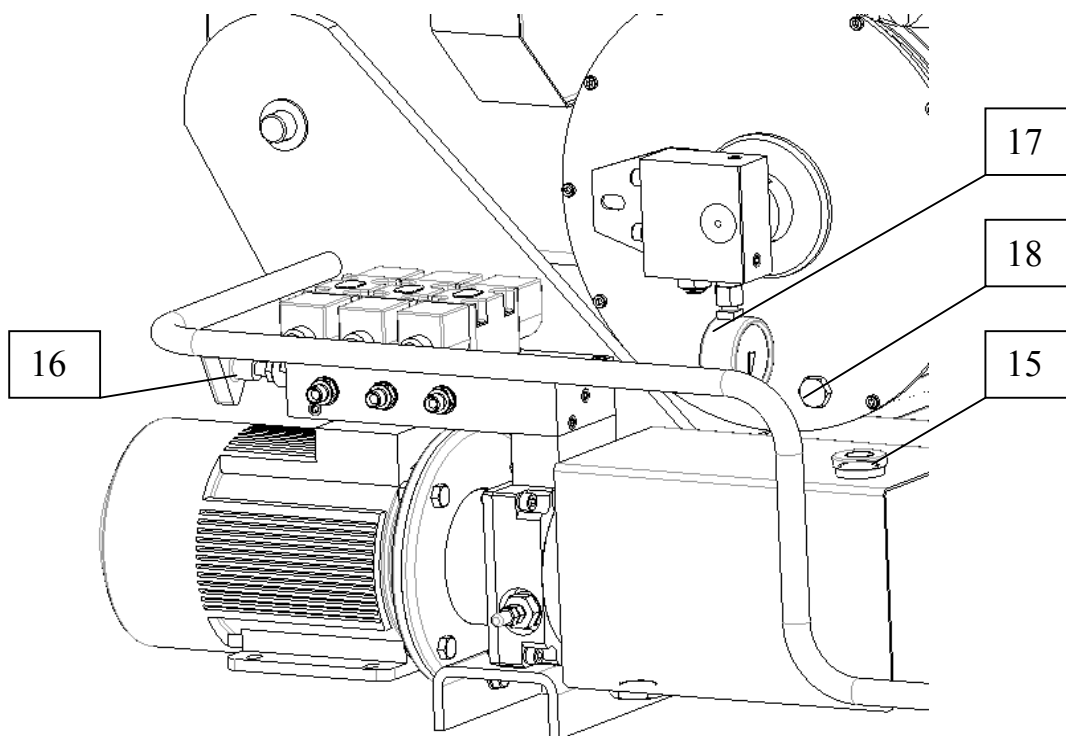
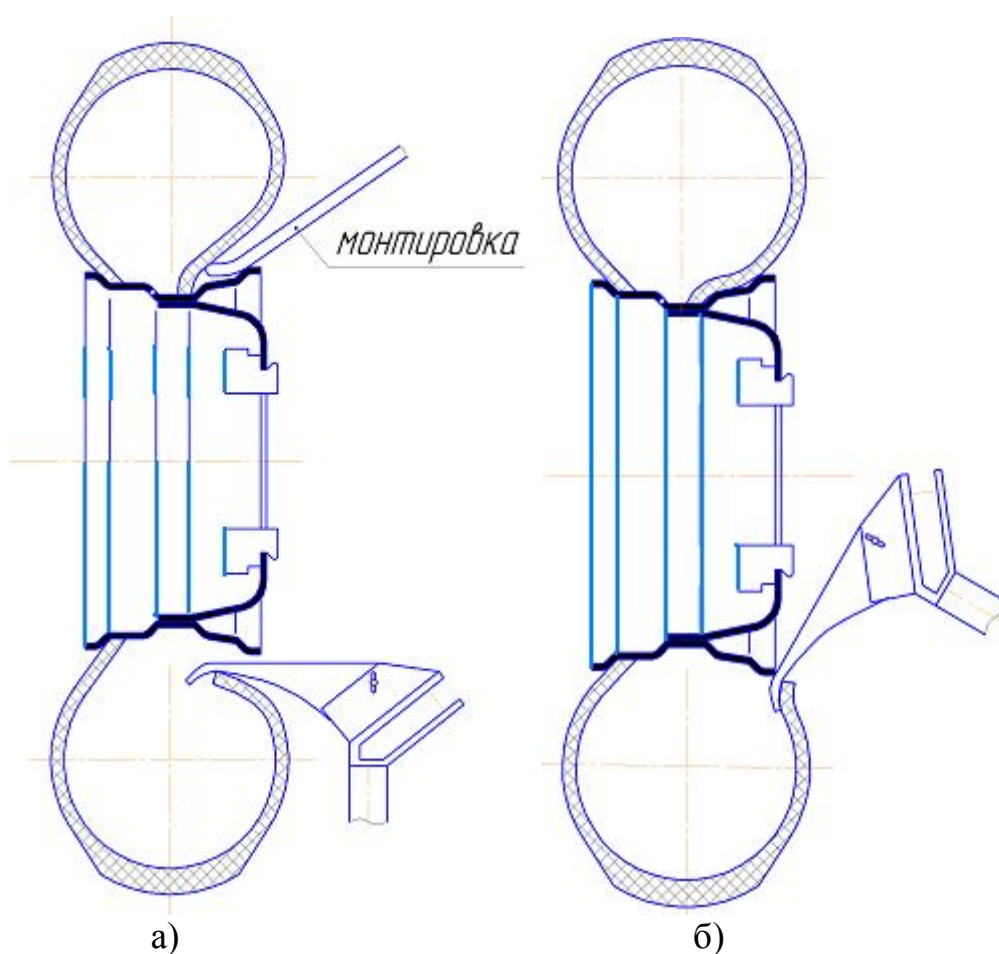

Рисунок 11 – Основные элементы станка
Рисунок 14
Усилие разжима самоцентрирующего патрона регулируется рукояткой 16 (рис.11). Значение давления снимаются с манометра 17 (рис.11). Рабочий интервал усилий патрона, развиваемой гидросистемой станка составляет 30...150Бар (3...150МПа).
- Монтажную стойку 19 (рис.11б) отведите в нерабочее положение;
- Установите колесо на рабочую площадку 20 (рис.11б);
- Совмещаем оси патрона и колеса таким образом, чтобы ось патрона была выше оси колеса на 5-15мм, путём поднятия и опускания балки 7(рис.11б);
Диаметрально-противоположно от монтажного рычага борт шины столкнуть монтировкой во внутренний желоб обода (рис. 14а).
Подводя монтажный рычаг к закреплённому колесу с помощью пульта управления, введите монтажный рычаг между закраиной обода и бортом шины, пока на нем не окажется борт шины (рис. 14а). В случае твердых шин монтажный рычаг вводите между закраиной обода и бортом шины при периодически вращающемся колесе.
Когда положение рычага и монтировки будет соответствовать (рис. 14а), монтировку необходимо вынуть и вытащить фиксирующий штифт монтажной головки 10 (рис.11б).
Короткими движениями опускайте балку с колесом вниз до тех пор, пока монтажный рычаг, опираясь о закраину обода, не оттянет борт шины наружу за внешний край обода (рис. 14б) и вставьте фиксирующий штифт во второе отверстие.